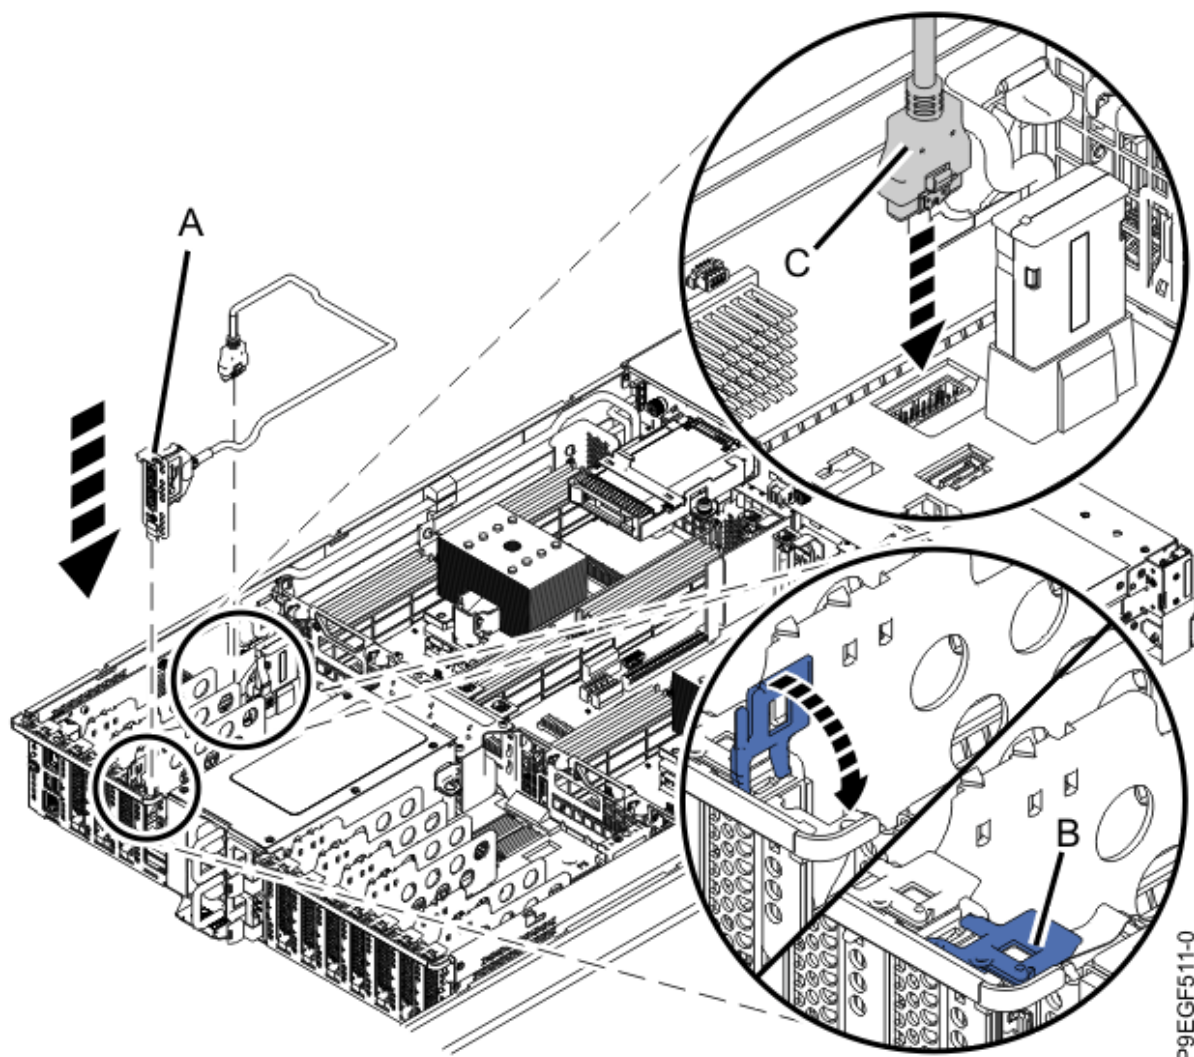

Figura 6. Sustitución del cable USB posterior
2. Inserte el alojamiento del cable USB posterior **(A)** en la ranura del adaptador PCI situada en la parte posterior del sistema, como se muestra en la Figura 6 en la página 9.